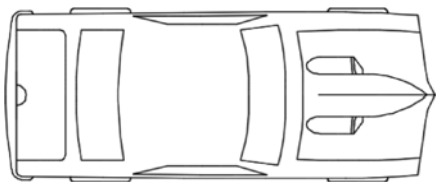

图 9-50 练习图形 1
(8) 打开“9_ex8.dwg”练习文件, 练习将图 9-50 所示的跑车俯视图图形创建成图块, 并在图形中练习插入块的操作。